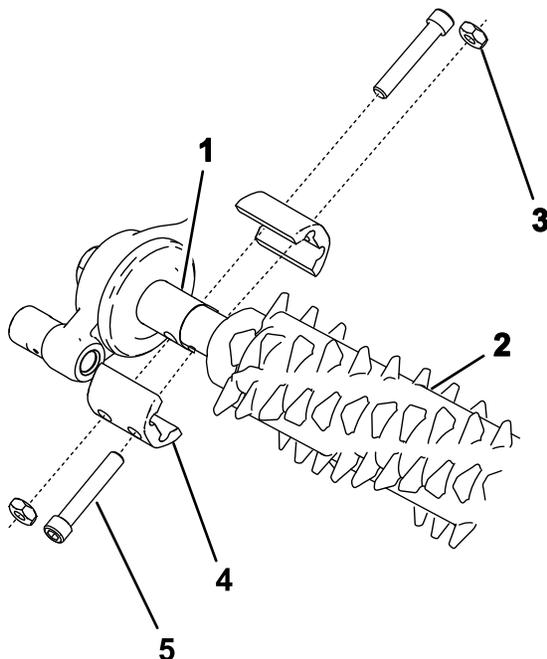

Figura 23
2. Alinhe o rastelo com a caixa de transmissão do rastelo e o conjunto do rolete (Figura 23).
3. Fixe o rastelo na máquina como mostra na Figura 23 e aperte os parafusos.